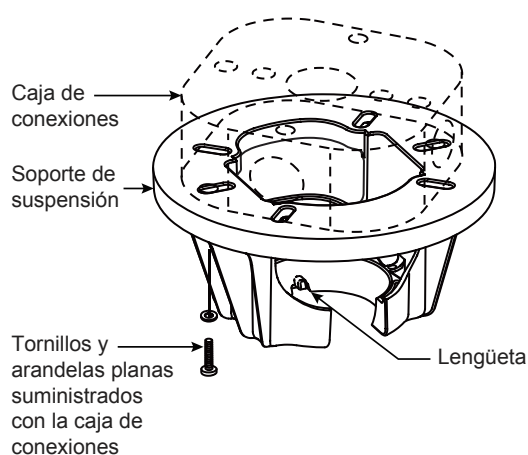
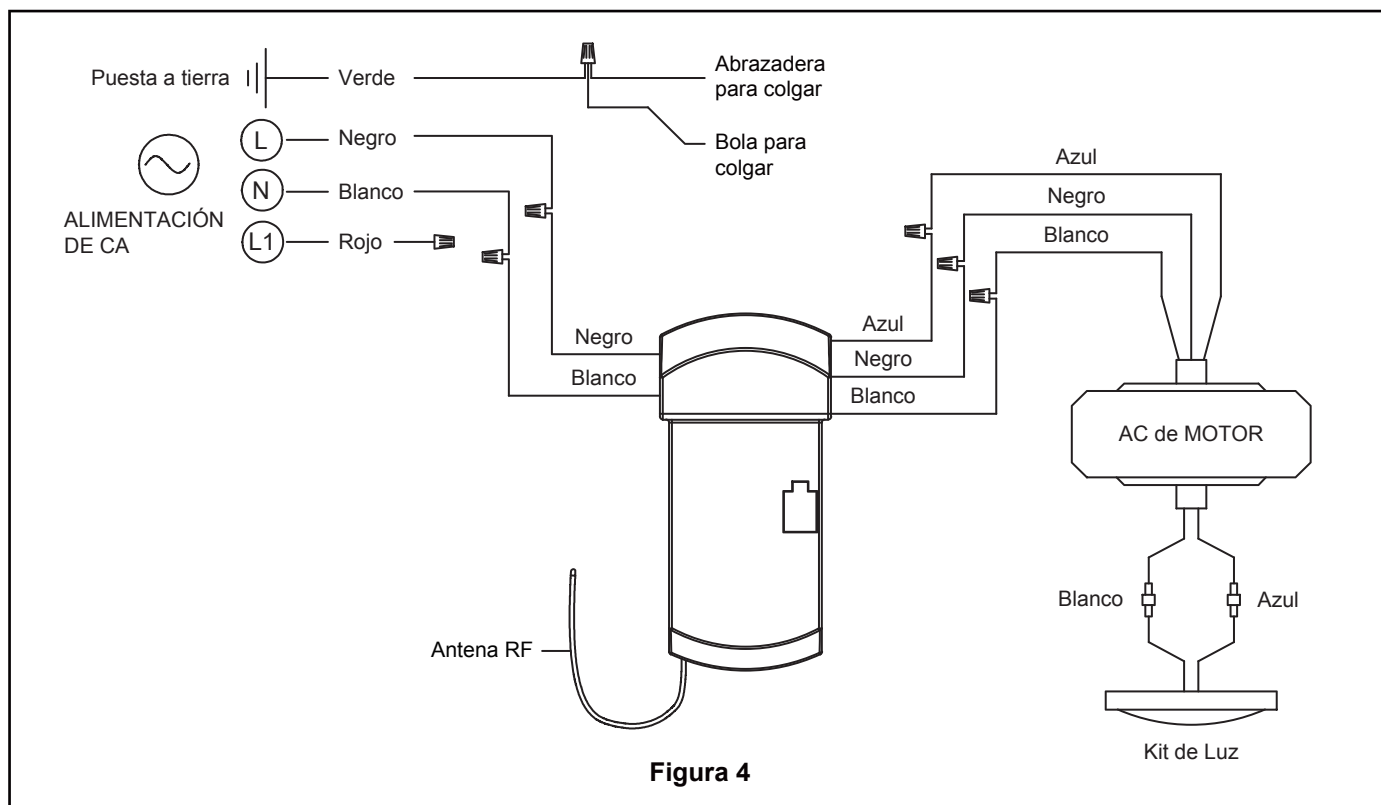

Figura 3
Figura 4
Uso del soporte (Figura 3)
3. Afloje los dos tornillos de fijación del soporte del barral de soporte para techo a través de la varilla. Introduzca los cables de color negro, blanco y azul a través de la varilla. (Figura 3)
4. Coloque el soporte de la varilla y alinee los orificios de la clavija de horquilla en ambas piezas. Instale la clavija de horquilla y asegúrela con la pinza de horquilla. Fije los dos tornillos de presión y las tuercas de seguridad en el soporte de la varilla interior. Fije con seguridad el set de tornillos con el destornillador y luego fije bien las tuercas con una llave hexagonal. (Figura 4)
- ☐ 3. Extraiga uno de los tres tornillos del unidad de carcasa. Guarde el tornillo para pasos posteriores y afloje levemente los otros dos tornillos. (Figura 3)
- ☐ 4. Fije firmemente el conector de 9 pasadores de la unidad del motor al enchufe del mazo de cables dentro de la kit LED. (Figura 4)
- ☐ 1. Fije bien el soporte de suspensión a la caja de conexiones con los tornillos y las arandelas planas suministrados con la misma. (Figura 3)
NOTA: Se deben pasar los tornillos de la caja de conexiones a través de los orificios que se encuentran en el soporte de suspensión. (Figura 3)
- ☐ 3. Con cuidado, levante el ventilador y apoye la unidad del barral/de la semiesfera en el soporte de suspensión que acaba de fijar a la caja de conexiones. (Figura 4) Asegúrese de que la ranura en la semiesfera esté alineada con el reborde del soporte de suspensión. (Figura 3)
- ☐ 2. Deslice el receptor en el soporte de suspensión antes de realizar el cableado como se muestra en la figura 3.
3. Conecte los conductores verdes de la abrazadera para colgar, bola para colgar y conductor verde del suministro (puesta a tierra) con el conector de cables. Conecte el conductor negro de la unidad receptora marcado "AC IN L" al conductor negro de alimentación con el conector de cables. Conecte el conductor blanco de la unidad receptora marcado "AC IN N" al conductor blanco de alimentación con el conector de cables. Conecte el conductor blanco de la unidad receptora marcado "TO MOTOR N" al conductor blanco del ventilador con el conector de cables incluido con la unidad receptora. Conecte el conductor negro de la unidad receptora marcado "TO MOTOR L" al conductor negro del ventilador con el conector de cables que se adjunta con la unidad receptora. Finalmente, conecte el conductor azul de la unidad receptora al conductor azul de la iluminación del ventilador con el conector de cables que se adjunta con la unidad receptora. Encierre de forma segura el cable de alimentación rojo con el conector de cables. (Figura 4)
- ☐ **3.** Para que el ventilador sea funcional, instale las pila (incluidas) de 23A/12V en el transmisor del mando a distancia. Mientras el ventilador esté apagado. A continuación, siga el proceso de fijación remota de código. Si no se utiliza el ventilador durante un largo periodo de tiempo, extraiga la batería para evitar cualquier daño al transmisor. Almacene el mando a distancia en un lugar alejado del calor o la humedad excesiva. (Figura 3)
- ☐ **4.** Para configurar el código del mando a distancia a las mismas posiciones que en el receptor. Mueva los interruptores de código hasta colocar el código de selección en la posición arriba o abajo. Con un destornillador pequeño o con una lapicera (no se incluye) deslice firmemente hacia arriba o hacia abajo. (Figura 4)